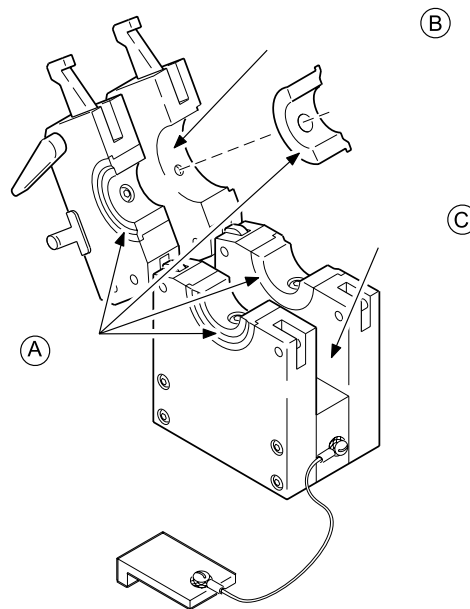

Рисунок 27. Очистка зажимных втулок и монтажных поверхностей для них
1. Осмотрите фиксирующий блок на предмет загрязнений, износа и повреждений. См. рисунок 27.
1. Осмотрите и очистите зажимные втулки. См. рисунок 27(A).
4. Удалите все окислы с неанодированных соприкасающихся поверхностей боковых пластин с помощью мелкозернистой абразивной подушечки. См. рисунок 27(B).
5. Удалите грязь и окислы с внутренних поверхностей боковых пластин с помощью чистой мягкой ткани. См. рисунок 27(C). Удалите стойкие отложения с помощью мелкозернистой абразивной подушечки.